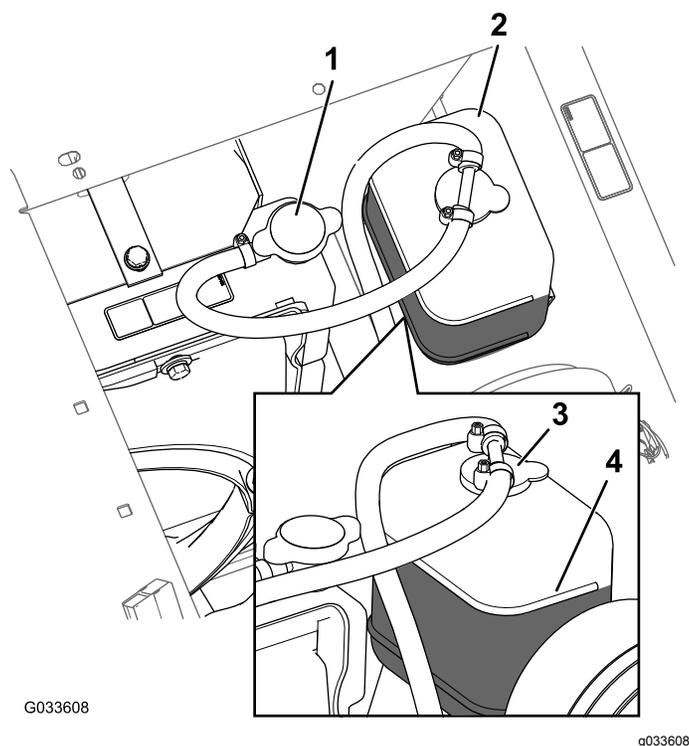

Figura 85
3. Rimuovete attentamente il tappo del radiatore e il tappo del vaso di espansione (Figura 85).
Nota: Il radiatore deve essere riempito fino alla parte superiore del collo del bocchettone e il vaso di espansione fino al segno di PIENO sul vaso (Figura 85).
- Se il livello del radiatore è basso, rimuovete il tappo del vaso di espansione e il tappo del radiatore e riempite il vaso di espansione fino al segno di PIENO e il radiatore fino alla parte superiore del collo del bocchettone (Figura 85).
- Montate il tappo del radiatore e il tappo del vaso di espansione (Figura 85).
- Quando il motore è freddo, togliete il tappo del radiatore (Figura 85).